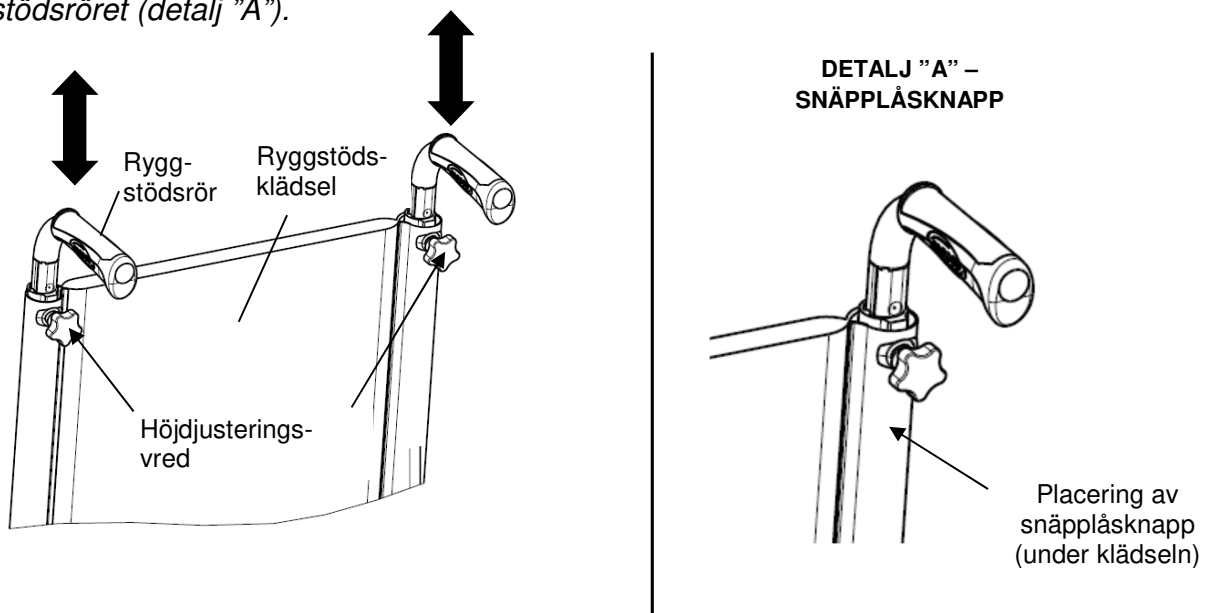

BILD 4.6 Justera det höjdjusterbara ryggstödet
3. Skjut de övre delarna (krisset och sittersrör), på båda sidor, till önskad bredd med de fördefinierade hålen (SW1, SW2, SW3, SW4), justera den centrala bulten till dess nya läge. (se BILD 4.6, se Breddstabell, följ L1- eller L2-värdena enligt den valda bredden).
OBS! Den här proceduren beskrivs i BILD 4.6.